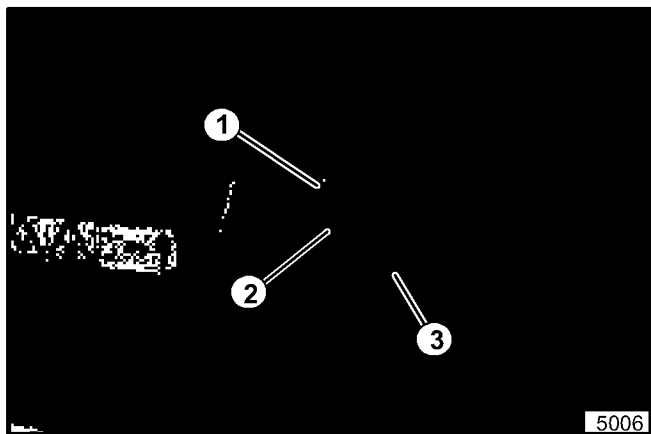

Figura 6. Instalación del Tornillo para Ajuste de Profundidad
12. Ensamble la manija con tuerca de seguridad y el tornillo de ajuste de profundidad. Instálelos en la ménsula para elevación (vea la figura 6). Para ajuste final de la profundidad del enrollador refiérase a la sección de Operación de este manual.